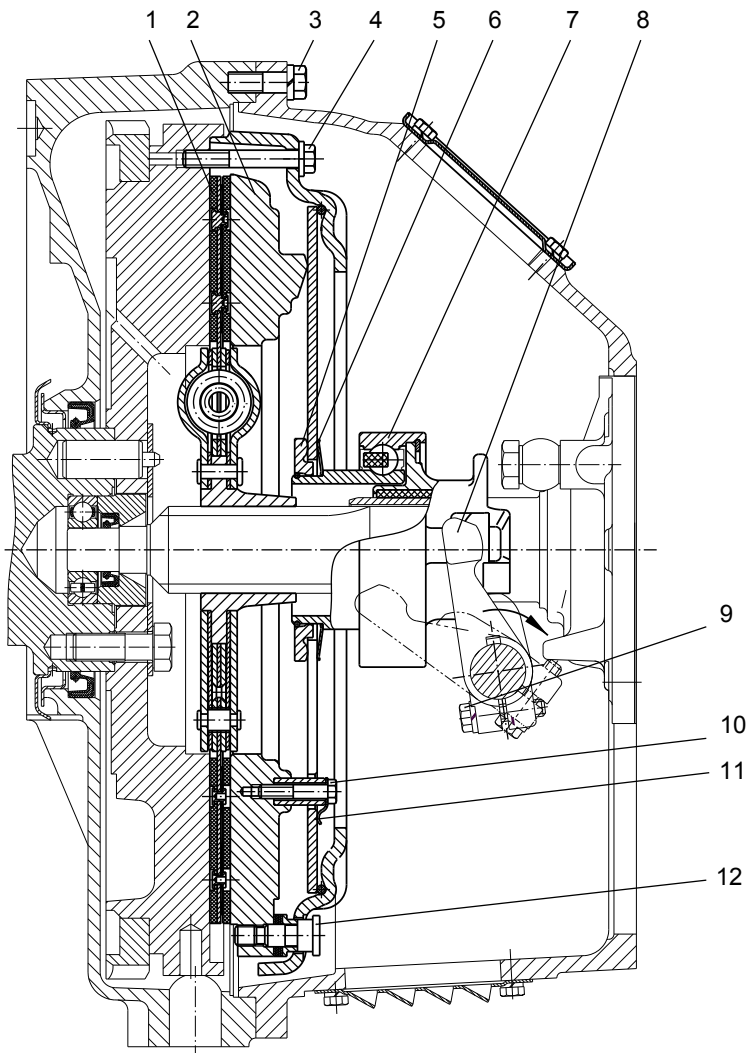
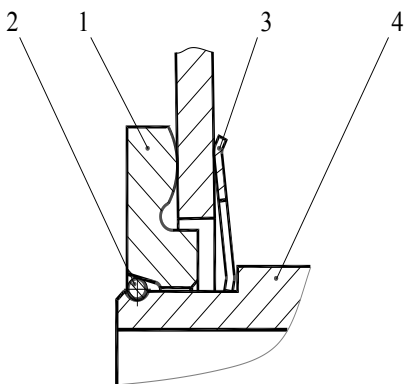

Рис. 113 – Сцепление:
Рисунок 115 – Установка
Диафрагменное сцепление (рис. 113) состоит из ведущих и ведомых частей, а также механизма выключения.
Механизм выключения сцепления состоит из муфты с подшипником 7 (см. рис. 113) и вилки 8 с валом, на шлицевой конец которого устанавливается рычаг. Муфта выключения сцепления соединяется с диафрагменной пружиной с помощью запорного устройства (рис. 115). При работе муфта центрируется по направляющей крышки заднего подшипника первичного вала коробки передач и удерживается от поворота боковыми поверхностями вилки.
Выключение сцепления осуществляется поворотом вала по часовой стрелке (см. рис. 113).
1. Установить муфту на нажимной комплект (корзину) в соответствии с рис. 115.